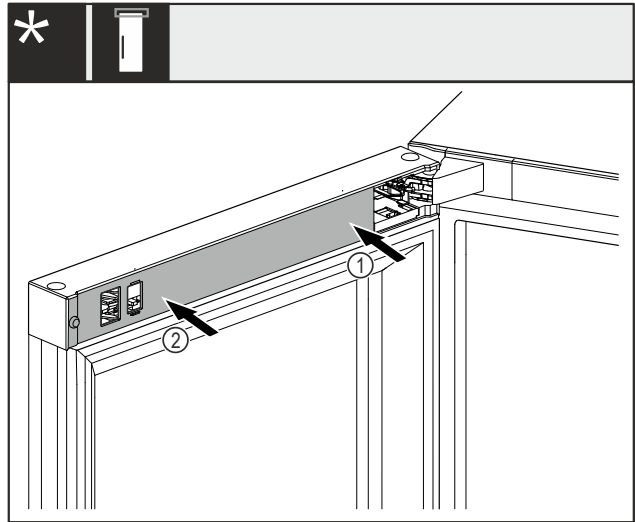

Fig. 46
- Remettre en place et enclencher le cache Fig. 46 (1) en commençant par le côté support de palier.
- Mettre ensuite en place et enclencher le cache Fig. 46 (2) côté extérieur.